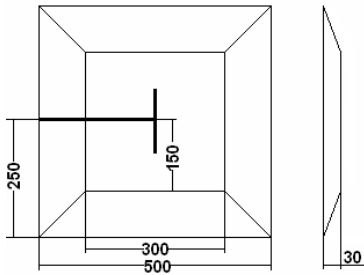

图 2 锥台尺寸（mm）
3.2.4 场上有一块长 500mm、宽 500mm 刷白色亚光漆的锥台，是机器人的待命区，如图 2 所示。机器人要从待命区启动，完成任务后还要回到待命区。锥台上虽画有黑色引导线，但机器人可以从任何一边上下。